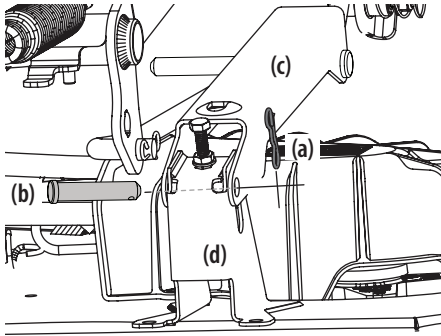

Figura 35
- Extraiga los dos pasadores con unión curva (a) de los pasadores de horquilla (b) que sujetan los soportes del varillaje de elevación (c) a los soportes traseros de elevación de la plataforma (d) en la plataforma. Extraiga los pasadores de horquilla (b). Consulte la Figura 35.